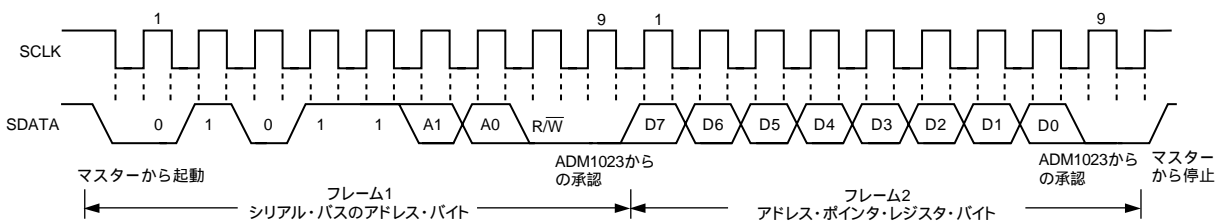

図15 アドレス・ポインタ・レジスタに対する書き込みのみの場合
この様子を図15に示します。
その後で、シリアル・バス・アドレス、“1”に設定されたR/Wビット、それに続いてデータ・レジスタから読み出されたデータ・バイトのシーケンスで、読み出し動作が実行されます。この様子を図15に示します。
2. アドレス・ポインタ・レジスタ値が既知アドレスである場合は、アドレス・ポインタ・レジスタに書き込みを行わずに、データを対応するデータ・レジスタから読み出すことができます。したがって、この場合は図15はあてはまいません。